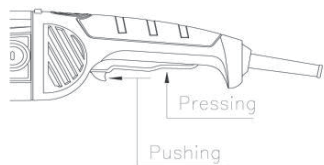

Figura 7
2) Avviare l'elettrotensile spingendo in avanti l'interruttore, quindi premendo leggermente il l'attivatore dell'interruttore verso il basso (figura 7)